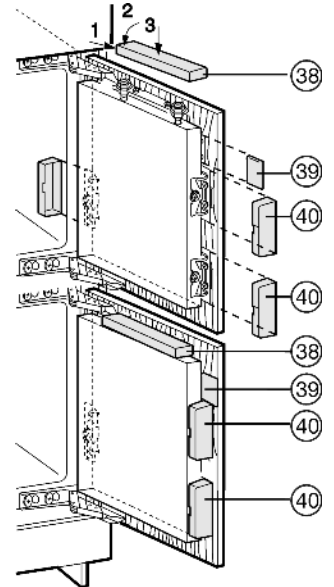

Fig. 31
► Mettre en place les caches supérieurs Fig. 31 (38) et les encliqueter.
► Poser les caches latéraux Fig. 31 (39); les faire glisser jusqu'à la butée puis appuyer sur les caches jusqu'à ce que vous les entendiez encliqueter.
► Faire coulisser les caches Fig. 31 (40) latéralement, ensuite les tirer vers l'avant à l'aide d'un tournevis jusqu'à ce qu'ils encliquettent.